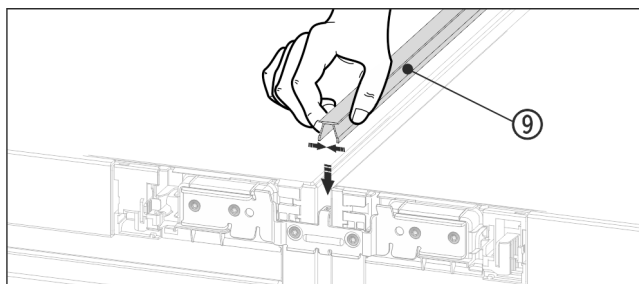

Fig. 20
- Suruge ülaküljel lühike katteliist Fig. 20 (9) horisontaalsesse pilusse.